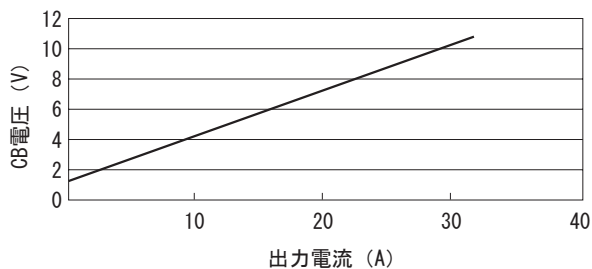

図 5.1 電流換算グラフ (ADA600F-24)
■端子台の CB 端子と -V 端子電圧（以下 CB 電圧）により出力電流をモニタすることができます。CB 電圧と出力電流の関係は図 5.1 ~ 5.3 のようになります。グラフは 24V 品を代表としております。他電圧についてはお問い合わせください。
注意：図 5.1 ~ 5.3 は目安です、保証値ではありません。